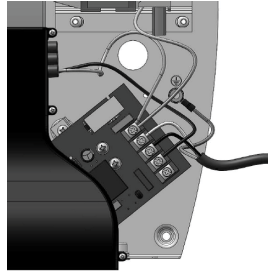

Fig. 5
- f. Para Secadores de 115 voltios, conecte el cable de tierra al terminal de tierra marcada como \ominus , el cable negro al terminal marcado como L1 y el cable neutro o blanco al terminal marcado como N. **SE REQUIERE UNA LÍNEA DEDICADA PARA CADA INSTALACIÓN DE 115 VOLTIOS.** (Ver Fig. 5)
- g. Para secadores de 208-240 voltios, conecte el cable de tierra al terminal de tierra marcada como \ominus y los cables de 208-240 voltios a los terminales marcados como L1 y L2. (Ver Fig. 5)